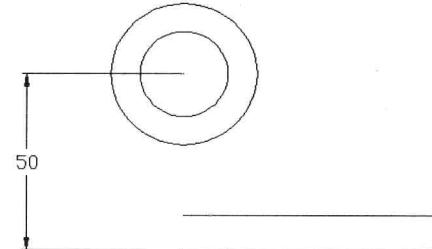

图 4-6-2
(3) 单击“常用”选项卡，在“修改”面板中单击“移动”按钮 \leftrightarrow ，选择全部直线对象，并按Enter键。在状态栏中单击“正交”按钮，向下移动光标，输入“50”，按Enter键，直线移动位置如图4-6-2所示。